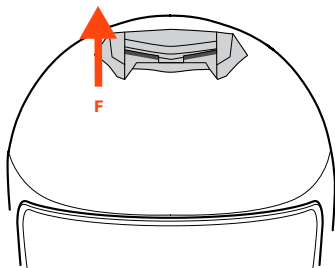

ABBILDUNG 6
- Abbildung 6: Belüftungsöffnung, vollständig geöffnet.